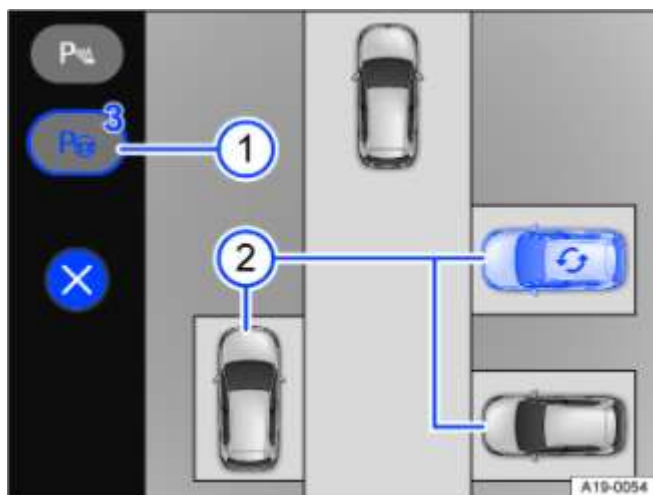

Fig. 130 Dans le système d'infodivertissement : place de stationnement favorite (véhicule bleu) et autres places de stationnement (schéma de principe)
- L'assistant aux manœuvres de stationnement sélectionne automatiquement une place de stationnement qu'il indique comme place de stationnement favorite (véhicule bleu) sur l'écran du système d'infodivertissement → Fig. 130 ②. Le nombre de places de stationnement détectées s'affiche sur le bouton de fonction , par exemple, 3 → Fig. 130 ①.
- Touchez la place de stationnement souhaitée sur l'écran du système d'infodivertissement ➔ Fig. 130 (2).
- Touchez le symbole  ➔ Fig. 130 (2).
Si l'assistant aux manœuvres de stationnement n'est pas activé, les places de stationnement détectées ➔ Fig. 130 (1) sont éventuellement affichées sur l'écran d'affichage du système d'aide au stationnement.